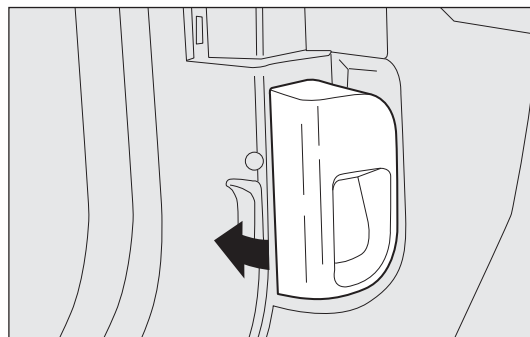

fig. 108
- tirare la leva fig. 108 nel senso indicato dalla freccia;